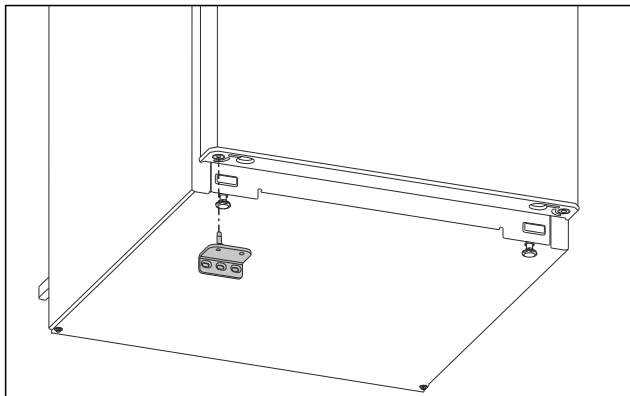

Fig. 16
- Pange alumine laagripukk vastasküljel sisse. (vt. Fig. 16)